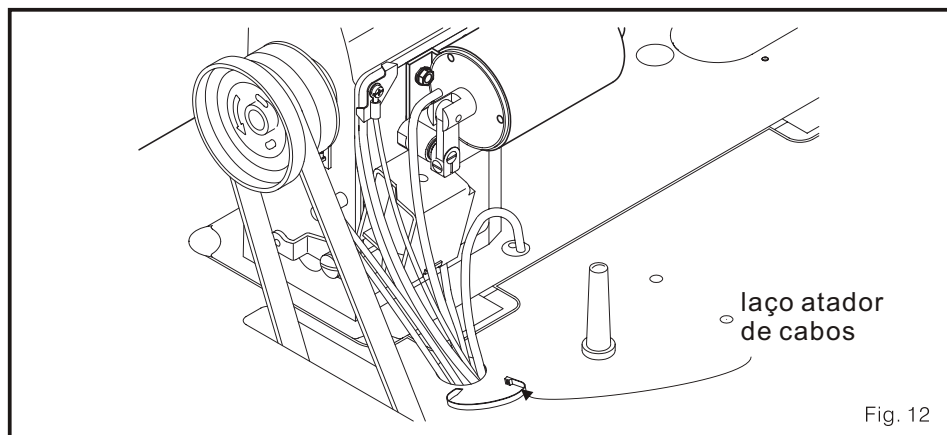

Fig. 12
- e. Amarra os cabos com o atador adicional de cabos de forma que os cabos de panel da operação não entre em contato com outra parte em movimento. (Fig. 12)